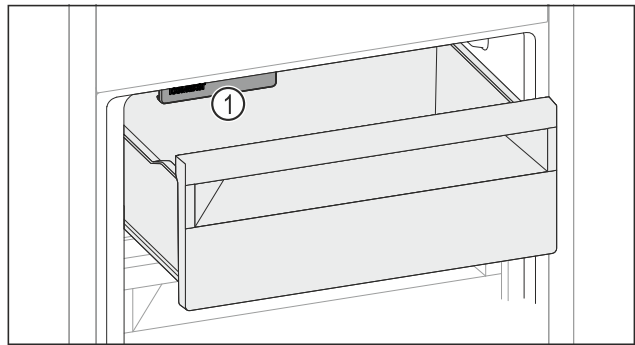

Fig. 162
- ▶ Tenez compte de l'IceMaker Fig. 162 (1).